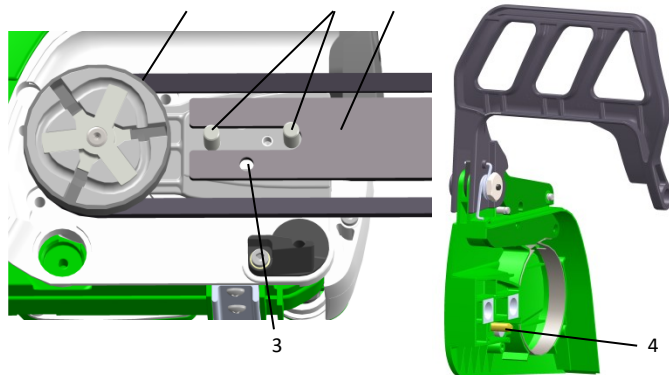
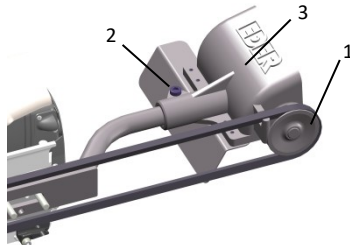

Abb. 3: Träger montieren und Keilriemen einhängen
Abb. 4: Befestigung des Schälkopfes am Träger
- > Setzen Sie den Träger (1 – Abb. 3) mit dem Schlitz zwischen die Gewindestifte (2 – Abb.3).
- > Die Bohrung (3 – Abb.3) im Träger muss in den Mitnehmer vom Kettenspanner gesetzt werden. Dieser ist abhängig vom Motorsägentyp Motorseitig oder im Deckel (4 – Abb.3) montiert.
- > Hängen Sie den Keilriemen zwischen Kupplungstrommel (5 – Abb.3) und Keilriemenscheibe (1 – Abb. 4) ein.
- > Achten Sie darauf, dass der Riemen bereits etwas vorgespannt ist. Andernfalls lösen Sie die Innensechskantschraube (2 – Abb.4) und schieben Sie den Schälkopf (3 – Abb. 4) soweit auf dem Träger nach vorne, bis der Riemen vorgespannt ist. Ziehen Sie die Innensechskantschraube wieder fest.
- > Spannen Sie den Keilriemen, indem Sie die Keilriemenspannschraube (4 – Abb.3) im Uhrzeigersinn drehen